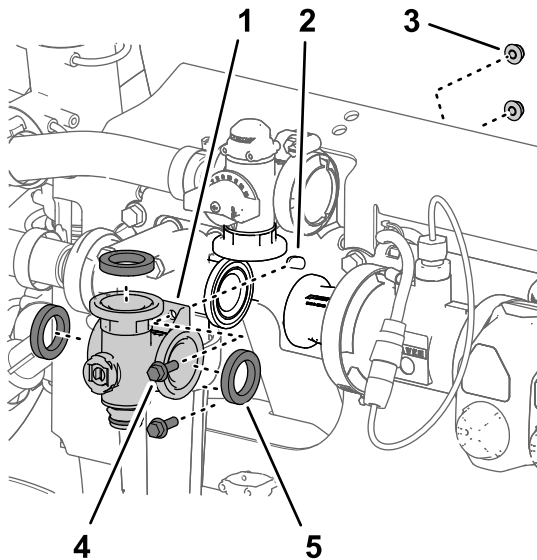

Figura 116
- Alinhe a flange do coletor da válvula de agitação e 3 juntas com as flanges da válvula de distribuição da agitação, a cabeça do filtro de pressão e o adaptador do acoplamento (Figura 116 e Figura 117).